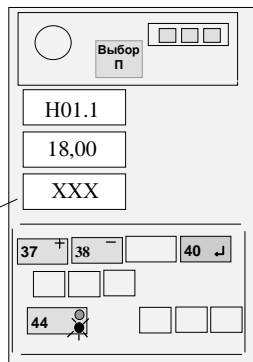

Рисунок 12
4.4.6.1. Нажимая кнопку 44, набрать на верхнем ИЖЦ код "H01.1" (см.рисунок 12).